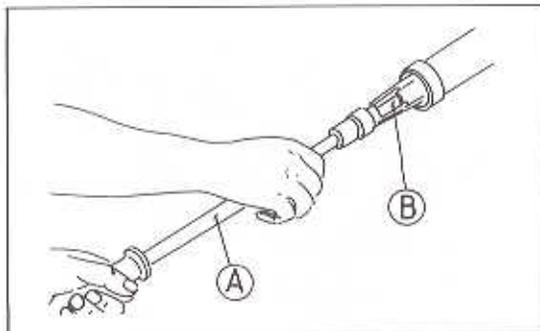

Bild 249
- Den Abdichter aus dem äusseren Rohr ausbauen (Bild 249).